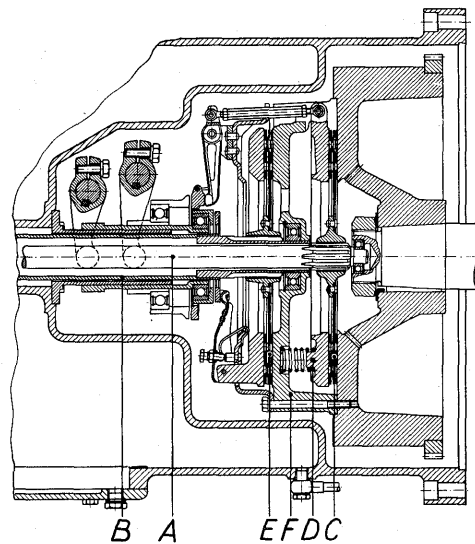

Fig. 22. Dobbeltkoblingen.
SUPER-modellen er udstyret med en dobbeltkobling bestående af to tørre enkeltpladekoblinger, der virker uafhængigt af hinanden og udløses gennem hver sin koblingspedal. Kørekoblingen (C) fig. 22, betjenes med den indvendige koblingspedal, der kun skal trædes halvt ned for at udløse koblingen. Kraftudtagskoblingen (PTO) (E) betjenes af den udvendige pedal, der ligeledes kun skal trædes halvt ned for at udløse koblingen. Når den indvendige pedal trædes helt i bund udløses først kørekoblingen og derefter PTO-koblingen. Når den yderste pedal trædes helt ned udløses først PTO-koblingen og dernæst kørekoblingen. Trædes begge pedaler samtidig halvt ned udløses begge koblinger samtidig. Dobbeltkoblingen er Borg & Beck type 11/174 - friktionsbelægnings diameter er 11".